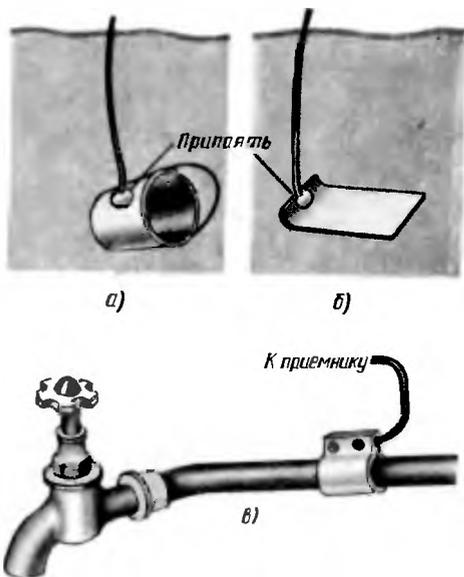

Рис. 21. Заземление
**Заземление.** Возможно ближе к окну, через которое ты предполагаешь ввести провода заземления и антенны, вырой яму такой глубины, где земля всегда сохраняет влагу. В яму уложи какой-нибудь металлический предмет, например старое, но не заржавевшее ведро (рис. 21, а) или лист оцинкованного железа (рис. 21, б) размерами примерно 50 × 100 см, предварительно припаяв к нему отрезок провода такой длины, чтобы протянуть его до твоего рабочего места. Металлический предмет засыпь землей, но осторожно, чтобы не перерубить лопатой провод заземления, и хорошо утрамбуй землю. После этого провод заземления прикрепи к стене дома скобами, сделанными из гвоздей или стальной проволоки.
Если ты живешь в городе, то заземлением могут служить трубы водопровода, центрального парового или водяного отопления, так как они имеют хороший электрический контакт с землей. Трубу (по возможности ближе к твоему рабочему месту) надо осторожно зачистить до блеска напильником и туго обмотать этот участок трубы концом зачищенного медного провода, который пойдет к приемнику. Надежный контакт провода с трубой можно сделать и с помощью металлического хомута (рис. 21, в).